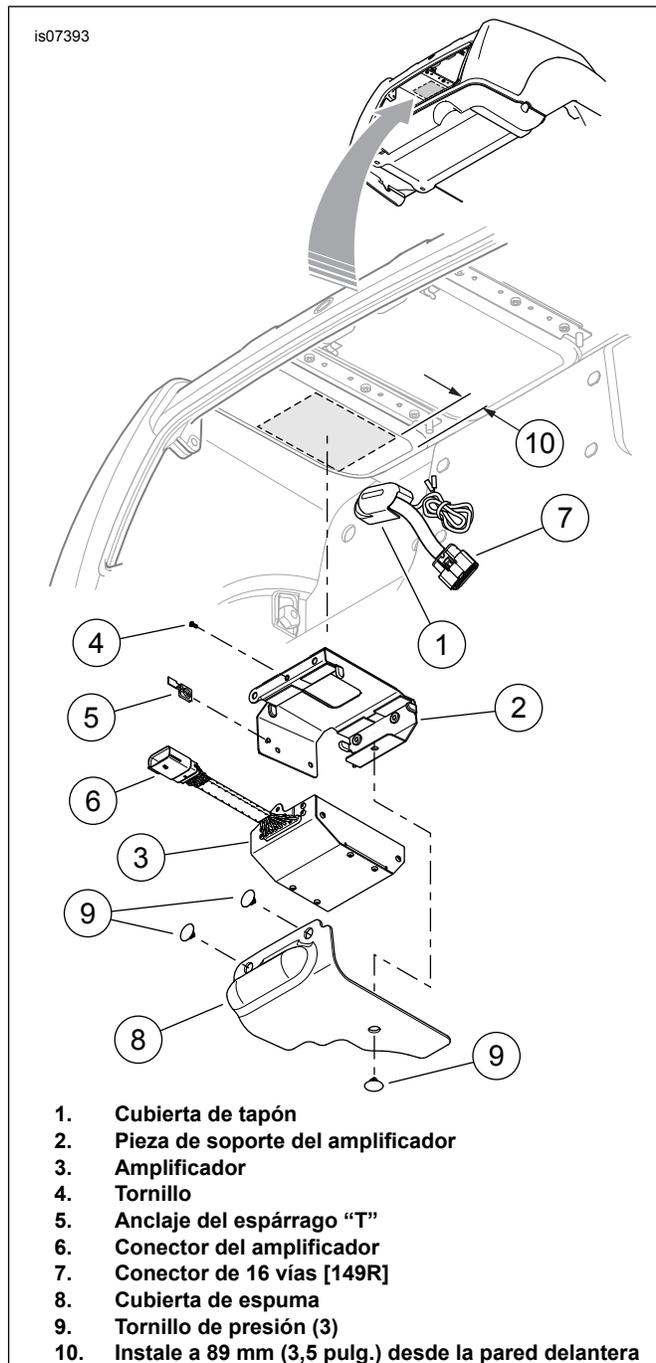

Figura 5. Montaje del amplificador secundario
3. Vea Figura 5. Instale la cubierta de tapón (1) sobre el conector montado en el panel y el arnés de puente desde el **interior** del portaequipajes. Inserte dos tornillos a través del reborde del conector y la pared del portaequipajes y dentro de los agujeros con rosca de la cubierta de tapón. Apriete a 3,95–4,52 N·m (35–40 in-lbs).
5. Vea Figura 5. Limpie la superficie plana en la parte inferior del techo del portaequipajes hacia la parte posterior de la cubierta de tapón (1) del conector montado en el panel, con una mezcla 50/50 de alcohol isopropílico y agua destilada. Permita que seque completamente.
6. Quite los revestimientos moldeados del respaldo adhesivo de la pieza de soporte del amplificador (2). Cuidadosamente coloque la pieza de soporte en la parte inferior del techo del portaequipajes, como se muestra, centrada en la superficie plana, aproximadamente a 89 mm (3.5 in) de la pared delantera del portaequipajes, y presiónela firmemente en su sitio. Sostenga la pieza de soporte en su posición, con presión constante, durante unos minutos.
7. Coloque el amplificador (3) en la pieza de soporte, con los conos de metal en un extremo encajando firmemente dentro de las arandelas aislantes de caucho de la pieza de soporte.
8. Sujete el amplificador a la pieza de soporte con el tornillo (4).
9. Sujete el anclaje del espárrago "T" (5) al conector del amplificador (6).
10. Conecte el conector de 16 vías del arnés de puente [149R] (7) en el conector del amplificador. Sujete el anclaje al espárrago "T" de la pieza de soporte del amplificador.